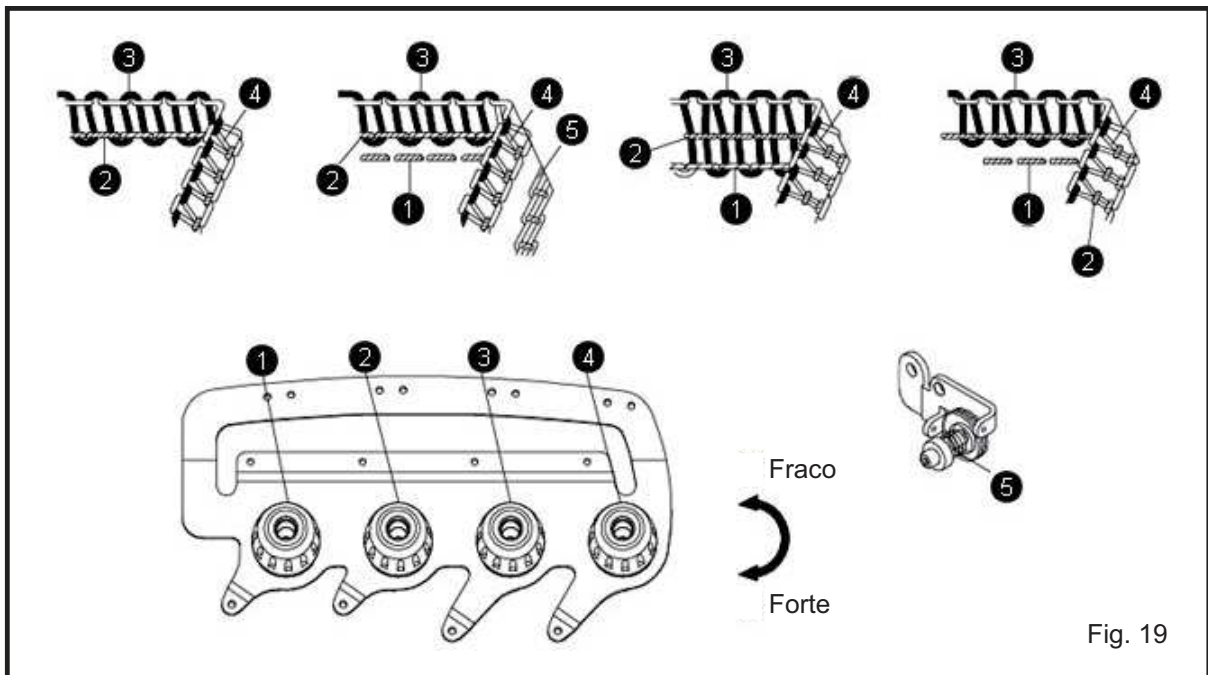

Fig. 19
1. Porcas de regulagem de tensão da linha (Fig19)